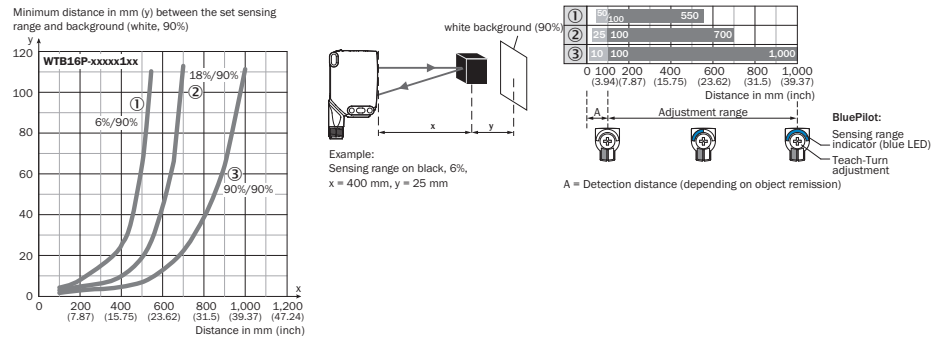

Figura 51: Linea caratteristica 1, WTB16P-xxxx1xx, luce rossa
La distanza minima (= y) per la soppressione di sfondo può essere determinata in base al diagramma [figura 51 ①] nel modo seguente: